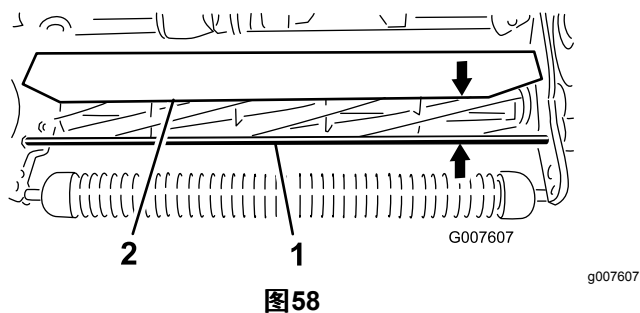

图58
1. 分别测出前支撑杆顶部到滚刀组两端的护罩前唇的距离 图58。